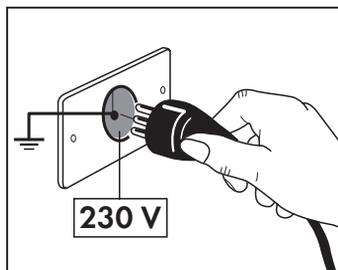

Fig. 1
- Assicurarsi che l'impianto elettrico di rete (230V-50Hz) sia munito di messa a terra e di protezione salvavita, secondo quanto prescritto dalle normative esistenti in materia (**Fig. 1**)